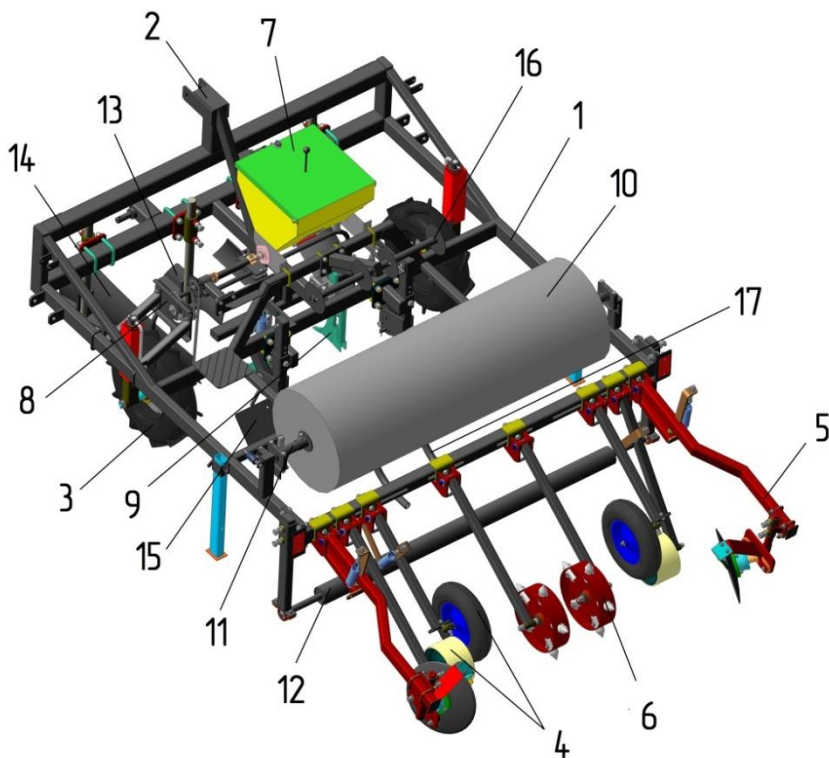

Рисунок 1 – Общий вид укладчика плёнки УПТ-1
3.1 Укладчик пленки (рисунок 1) представляет собой навесную машину, состоящую из несущей рамы 1 на которой крепятся все остальные механизмы.